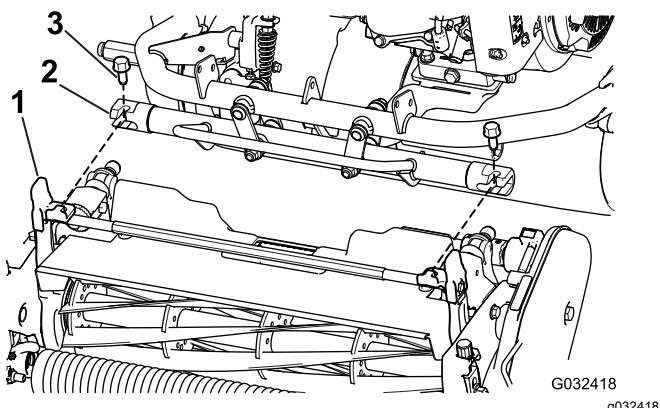

Figura 7
4. Manobre a estrutura da máquina para a frente até engatar nos braços articulados da unidade de corte Figura 7.
5. Fixe a estrutura da máquina aos braços articulados da unidade de corte com 2 parafusos ($\frac{3}{8}$ pol. x $\frac{3}{4}$ pol.) \(Figura 7\).